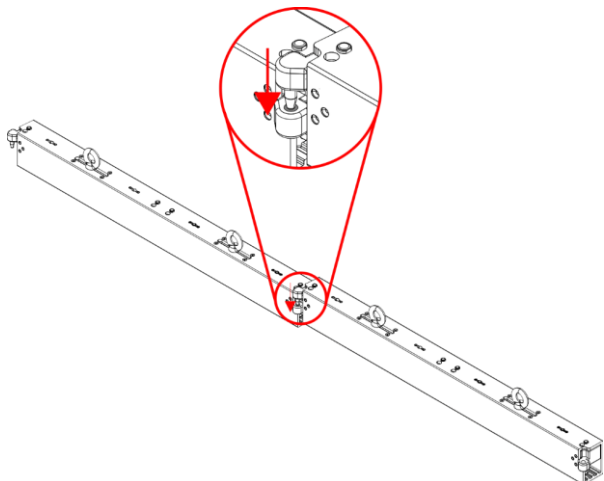

Fig. 18
- 01) Coloque el **perno (08)** del dispositivo delante de la **abertura para el perno (01)** del otro dispositivo, de forma que el **perno (08)** del primer dispositivo encaje en la **abertura para el perno (01)** del segundo dispositivo como se indica en las Fig. 18 y 19.